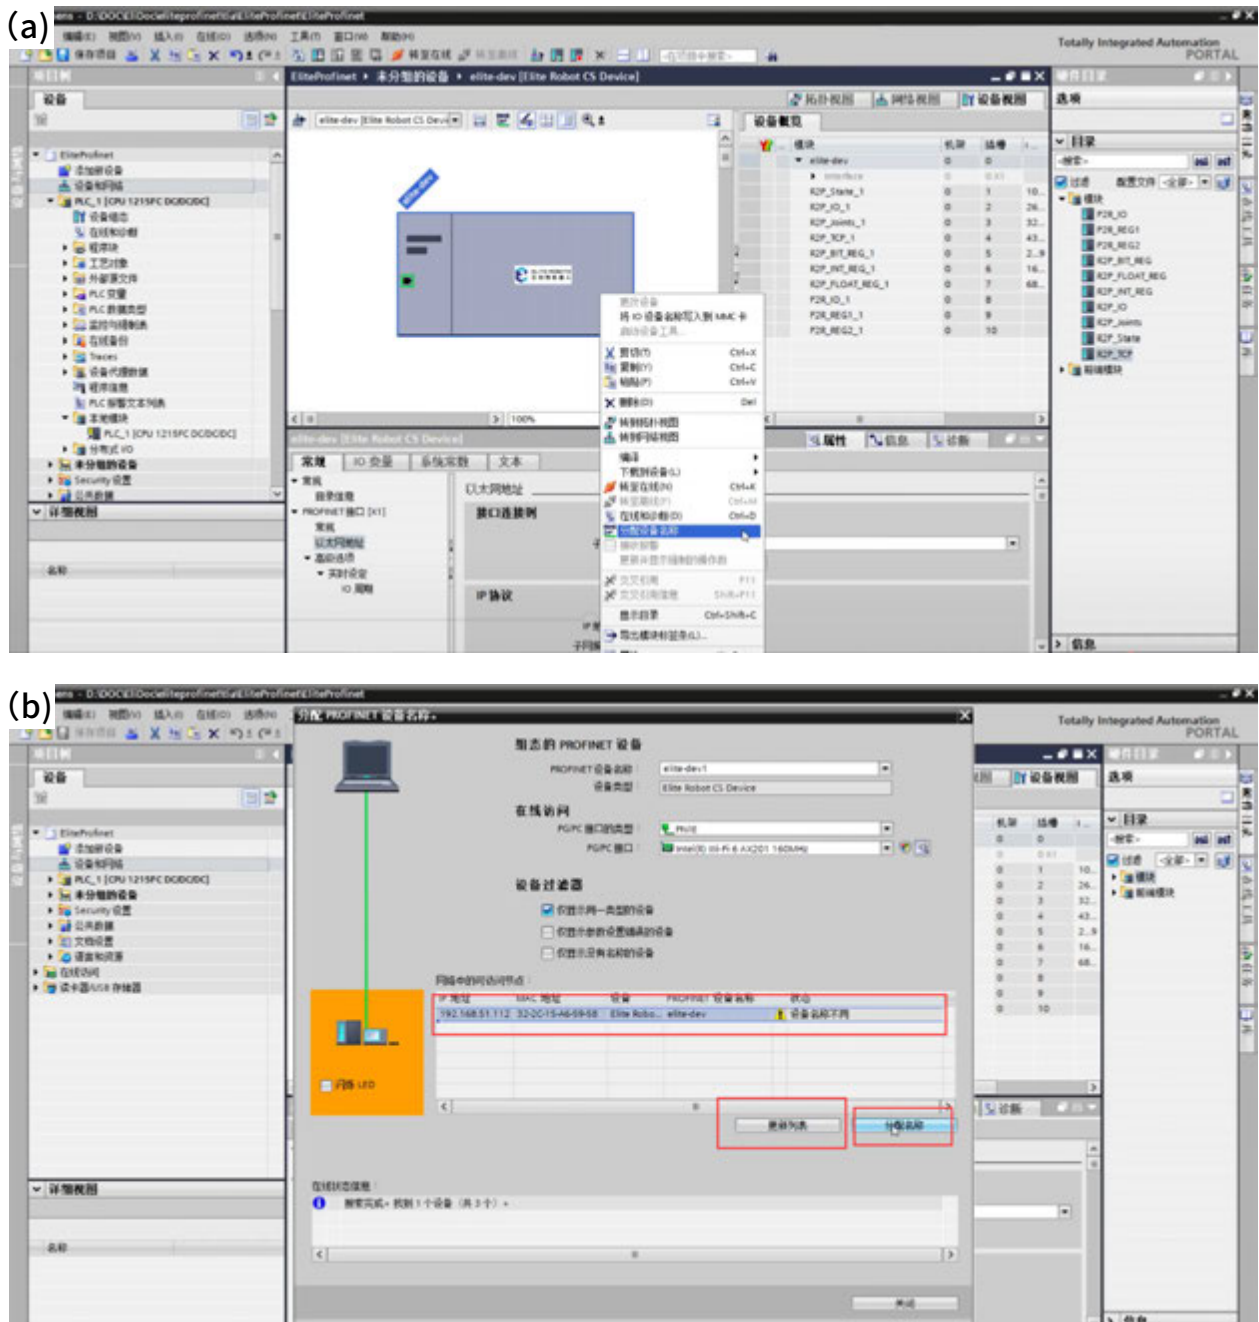

図 15-10 設備名称の変更
7. 設備画面に右クリックして、「設備名称の振分」を選定する、検索を行い、設備名称を変更する、詳細は図 15-10 (a) と図 15-10 (b) に示す。